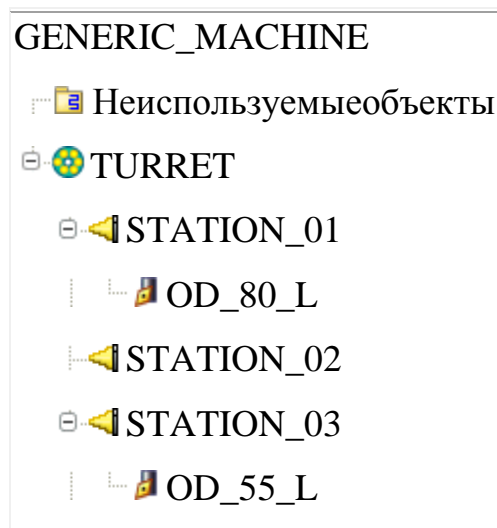

Рисунок 3 Раскрытие группы
10. Нажмите на значок «+», чтобы раскрыть группы (рисунок 3).